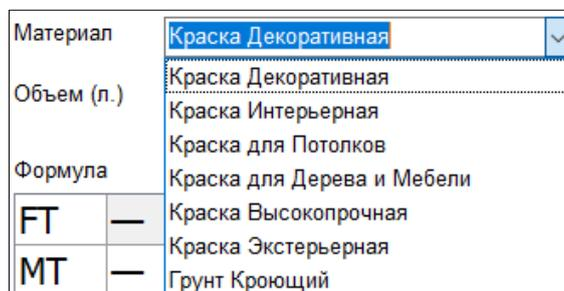

Рис. 6 – Материал
- 3) В поле **Материал** из раскрывающегося списка можно выбрать категорию материала (Рис.6)